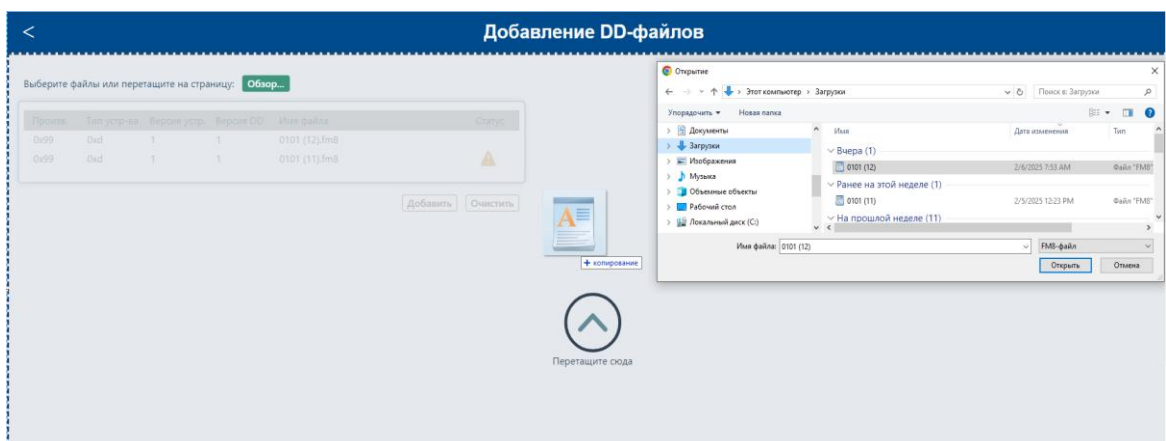

Рис.88 Пример окна с перетаскиванием файлов из файловой системы в таблицу приложения
2. Путем перетаскивания файлов в список на странице «Добавление DD-файлов» (рис. 88)